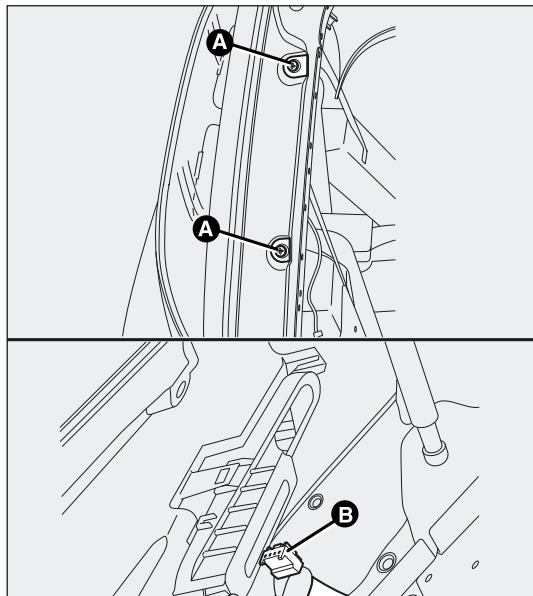

fig. 174
De lampen zijn op de volgende wijze in de lichtunit fig. 174 geplaatst:
- ☐ draai de schroeven A-fig. 174 los;